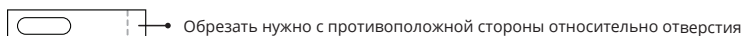

Рис. 6
- Установите оконный слайдер на оконную раму, чтобы можно было удобно разместить воздухозаборный шланг. Если оконный слайдер больше чем размер окна, вы можете его обрезать (Рис. 6).